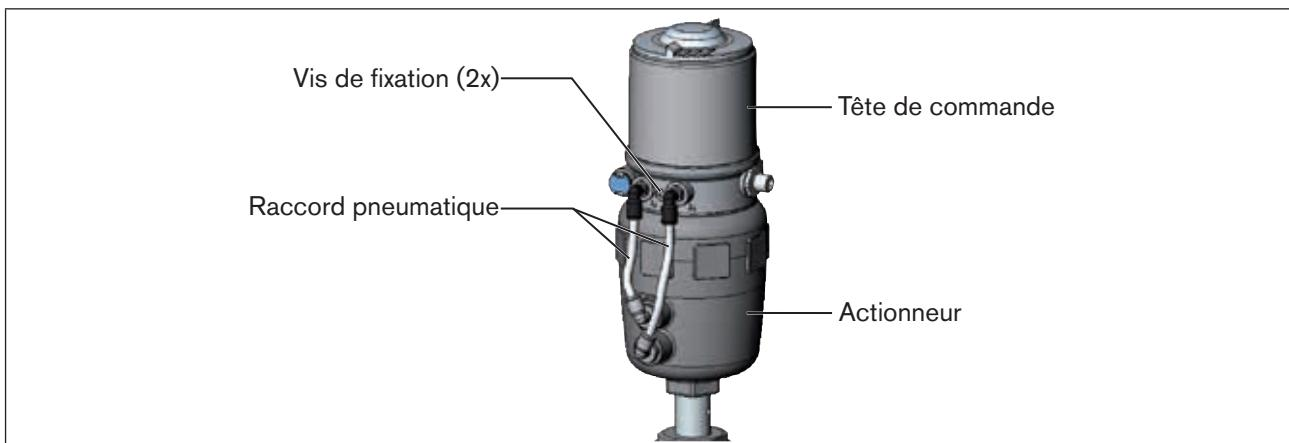

Figure 18 : Rotation de la tête de commande, séries 20xx
- Tournez le module actionneur **uniquement dans le sens prescrit** (voir « Figure 18 »).